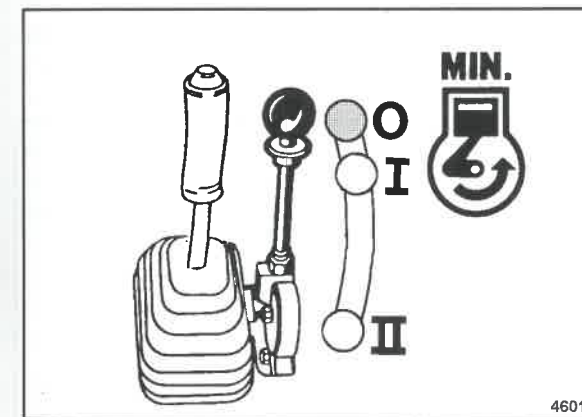

Fig. 43
- Porre la leva regolazione di giri (Fig. 43) in posizione "0".